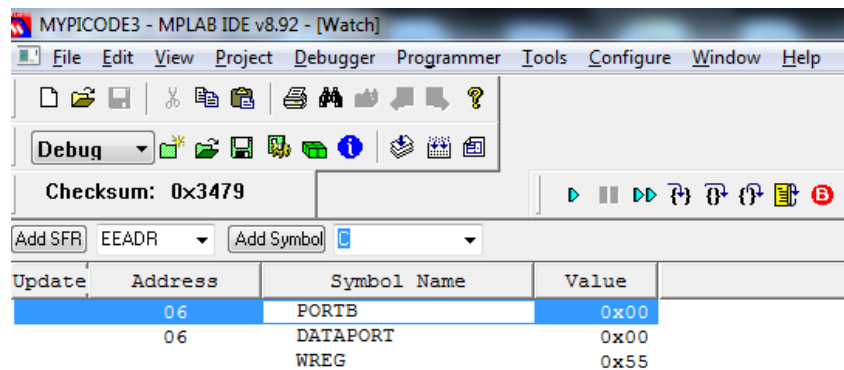

Рис.4.7. Просмотр содержания портов до загрузки
На рис. 4.7 `PORTB` и `DATAPORT` содержат нули, а регистр `W` содержит шестнадцатичное число `0x55`, соответствующее двоичному `B'01010101'`.
- содержание регистров и переменных (рис.4.7 и 4.8);